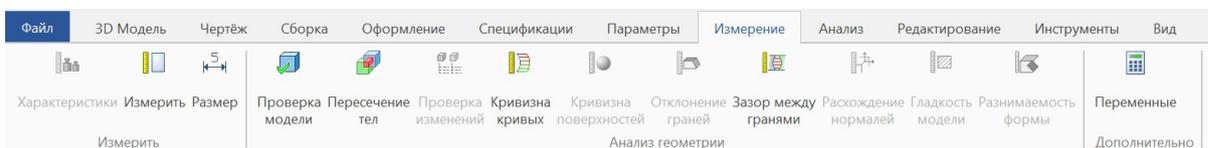

Рис. 14
– **Измерение** (рис. 14) – инструменты для проверки создаваемых моделей и сборок и для выполнения рабочих измерений на них (например, можно проверить в сборке, не «наползли» ли какие-то детали в ней друг на друга);